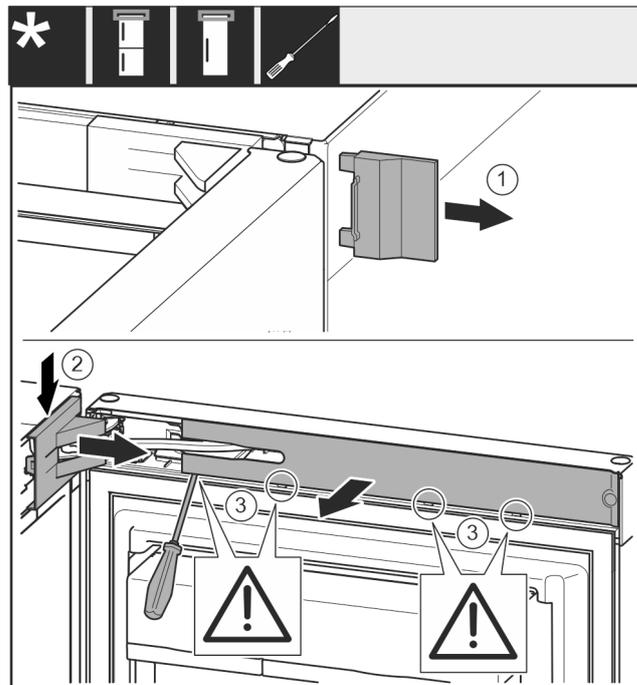

Fig. 9
- ▶ Rimuovere la copertura Fig. 9 (1).
- ▶ Disinnestare e allentare la copertura del blocco di supporto Fig. 9 (2).
- ▶ Rimuovere la copertura del blocco di supporto Fig. 9 (2).
- ▶ Disinnestare la maschera Fig. 9 (3) con un cacciavite a intaglio e ruotarla lateralmente.